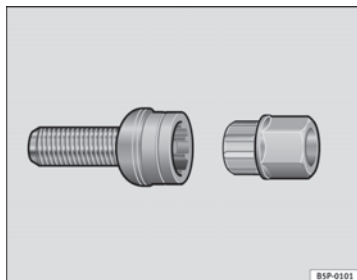

Fig. 132 Tornillo antirrobo de la rueda
- Coloque el adaptador hasta el tope en el tornillo antirrobo de la rueda ⇒ **fig. 132**.